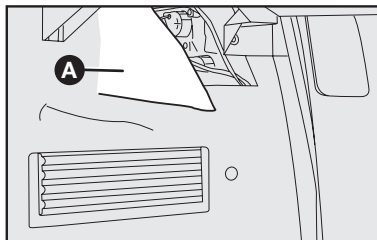

fig. 53
1) Por dentro do porta-malas, puxar a lingueta no carpete **A-fig. 53**.
2) Para substituir a lâmpada da luz de posição / freio, girar no sentido anti-horário a tampa porta-lâmpadas **B-fig. 53**, empurrar levemente a lâmpada e girá-la no sentido anti-horário. Em seguida, substituir a lâmpada e recolocar a tampa porta-lâmpada, girando-a no sentido horário.
3) Para substituir a lâmpada da luz de direção, girar no sentido anti-horário a tampa porta-lâmpadas **A-fig. 53**, empurrar levemente a lâmpada e girá-la no sentido anti-horário. Em seguida, substituir a lâmpada e recolocar a tampa porta-lâmpada, girando-a no sentido horário.